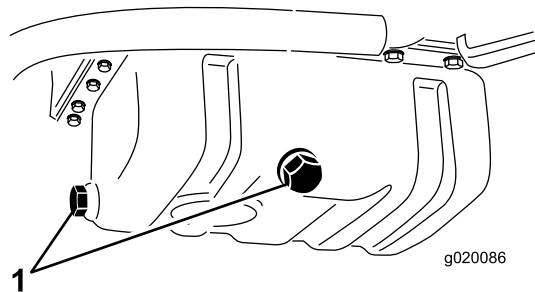

図 55
2. どちらかのドレンプラグ (図 55) を外してオイルを容器に受ける。オイルが抜けたらプラグを元通りに取り付ける。